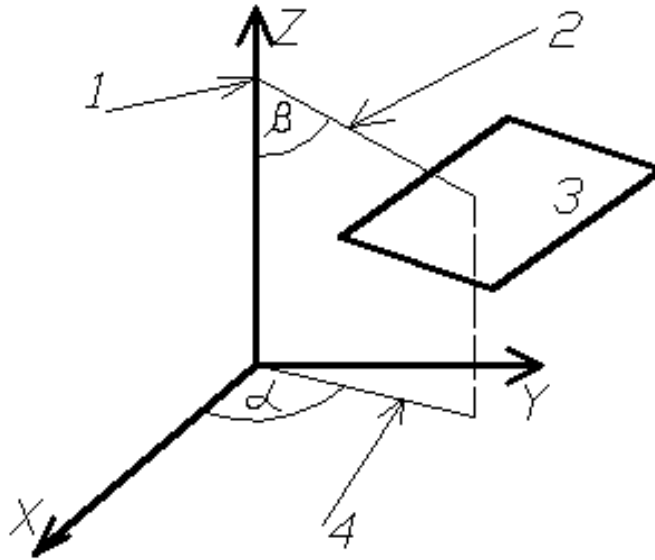

Рис. 1
На рис. 1 показано определение точки зрения.
- вводом с клавиатуры численных значений двух пространственных углов – параметров опции **Поверни** («угол с осью X – (α) и «угол с плоскостью XY – (β), (рис. 1);